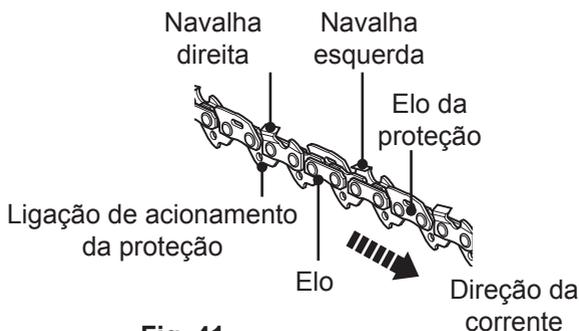

Fig. 41
2. A diferença de altura entre o dente e o rebordo é a profundidade de corte. Quando afiar a corrente de serra (14), tem de ter em consideração os seguintes pontos (Fig. 41).